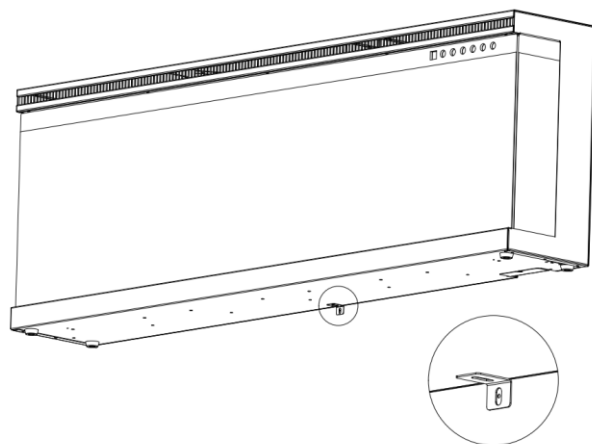

Fig 1-2
B. Montare con questa vite il supporto a "L" (J) nella parte inferiore del focolare. (Fig 1-2)